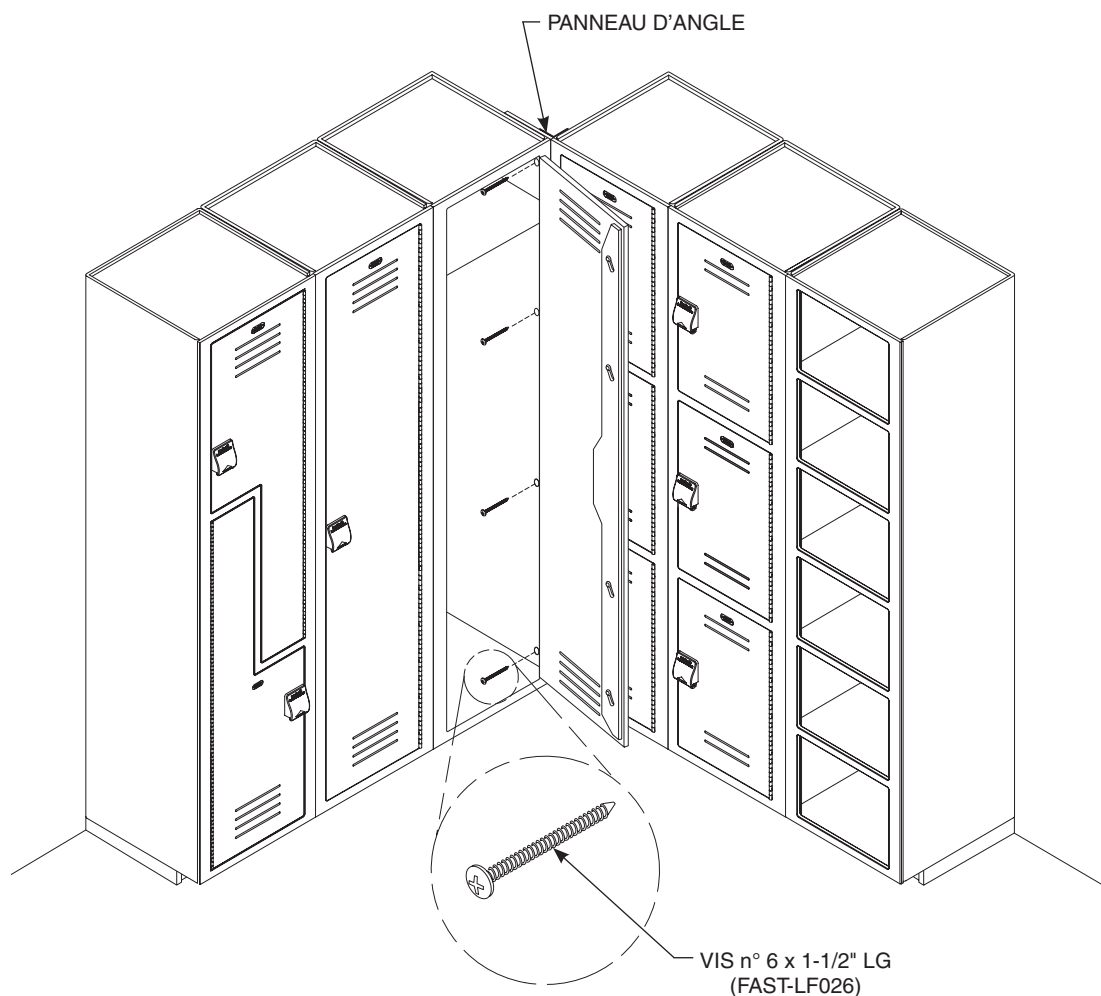

Figure 4
1. Percer quatre trous de passage de 3/16 po de dia. à 38 mm (1-1/2 po) de la face avant à travers le caisson du casier seulement (voir Figure 4). Attacher le casier au panneau d'angle avec les vis n° 6 x 1-1/2 po fournies.